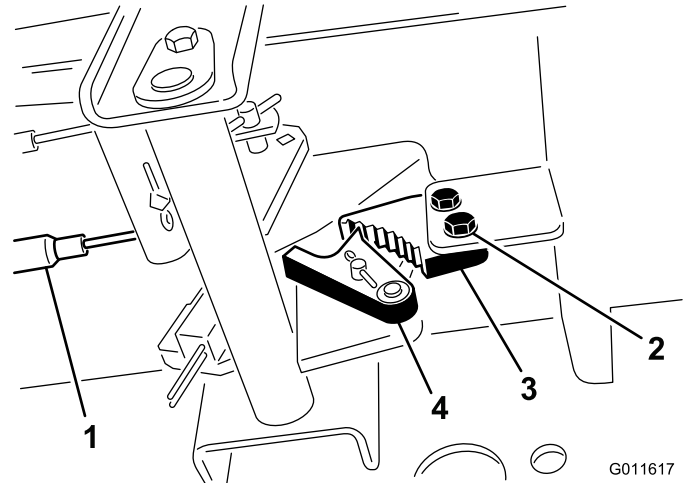

図 48
1. 駐車ブレーキのツメをフレームに固定しているネジ2本をゆるめる（図 48）。
2. ブレーキのツメが戻り止めに完全に掛かるまで駐車ブレーキペダルを前に踏み込む（図 48）。